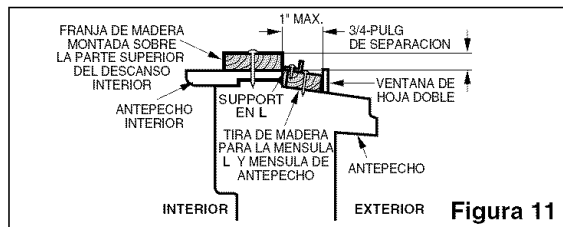

Figura 11
- Si la contraventana interfiere, fije un listón de madera de 2" de ancho al alféizar interior de la ventana, que atraviese la anchura total del alféizar. El listón de madera debe ser suficientemente grueso para levantar la altura del alféizar de la ventana de tal manera que la unidad pueda ser instalada sin la interferencia del marco de la contraventana. Vea la Figura 11. La parte superior del listón de madera debe ser aproximadamente 3/4" más alto que el marco de la contraventana o el listón de madera (fuera de la casa) para que el vapor emanado de la unidad pueda drenar adecuadamente hacia el exterior.
- Instale un segundo listón de madera (de aproximadamente 6" de largo y 1" de ancho y del mismo grosor del primer listón) en el centro del alféizar exterior nivelado con la parte posterior del alféizar interior. Atornille los soportes L entre la faja. Esto levantará el soporte L como se muestra en la Figura 11.